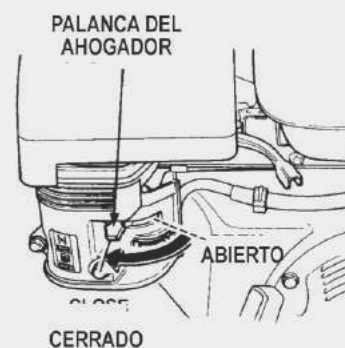

Figura 7. Palanca de ahogador
4. Posicione la **palanca del ahogador** en la posición de **OPEN** (abierto), figura 7.
7. Si el motor ya arrancó, despacio regrese la palanca del ahogador (figura 7) a la posición de **CERRADO** (closed). Si no arranca repita los pasos del 1 al 5.